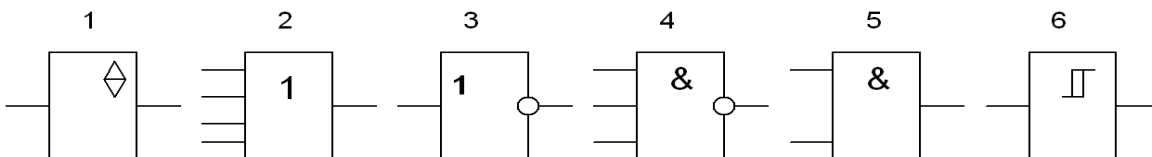

Рис.14
**Вопрос 35.** Под каким номером на рис.14 приведено обозначение элемента 2И?
**Вопрос 36.** Под каким номером на рис.14 приведено обозначение элемента 3И?
**Вопрос 37.** Под каким номером на рис.14 приведено обозначение элемента инвертора?
Вопрос 38. Под каким номером на рис.14 приведено обозначение элемента триггера Шмитта?
Вопрос 39. Под каким номером на рис.14 приведено обозначение элемента 2ИЛИ - НЕ?
Вопрос 40. Под каким номером на рис.14 приведено обозначение буферного элемента?
Вопрос 41. Под каким номером на рис.14 приведено обозначение элемента 4ИЛИ?
Вопрос 42. Под каким номером на рис.14 приведено обозначение элемента 3И -НЕ?